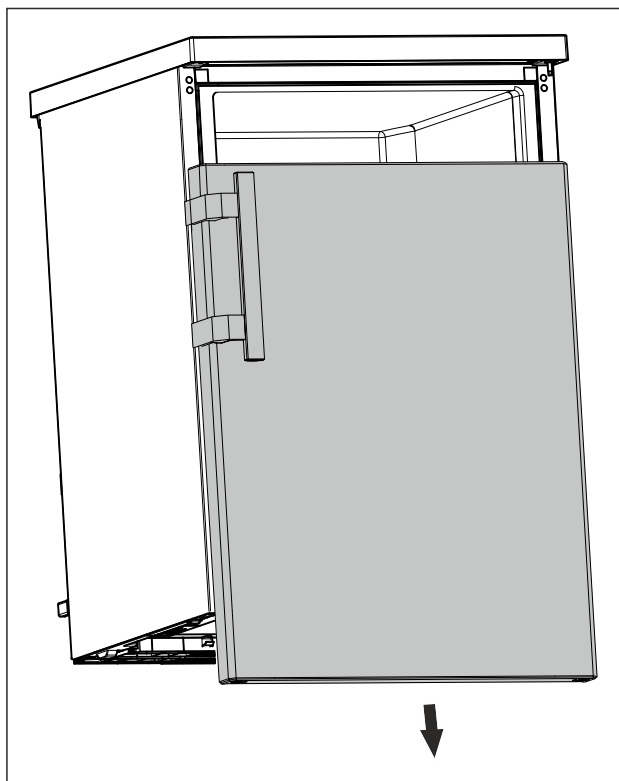

Fig. 13
- ▶ Свалете вратата надолу. (виж Fig. 13)